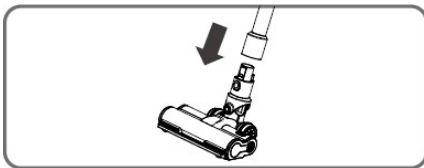

Abbildung 3
- Schieben Sie ein Ende der kreisförmigen Öffnung der Bürste in das Ende des Saugrohrs und stellen Sie sicher, dass es vollständig und sicher sitzt. Die Installation ist abgeschlossen (Abbildung 3).